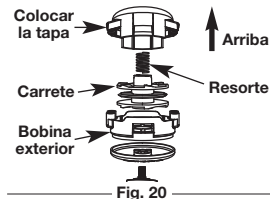

Fig. 20
2. Quite la tapa dejando que salga o es posible que sea necesario mover un poco la tapa y luego sacar la bobina (Fig. 20).
- Vuelva a colocar el carrete interior en la bobina exterior (Fig. 20).